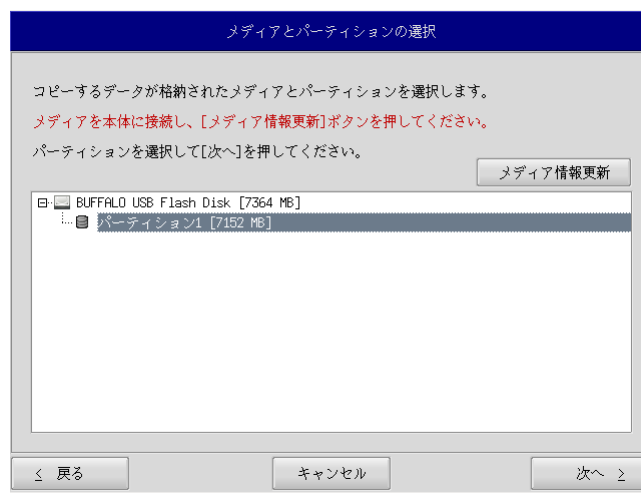

図 5-2-3. メディアとパーティション選択画面
- ⑦ メディアとパーティション選択画面 (図 5-2-3) が表示されます。あらかじめ用意しておいたストレージメディアを本体に接続し、[メディア情報更新]ボタンを押してください。ストレージメディアのパーティションを選択し、[次へ]ボタンを押します。